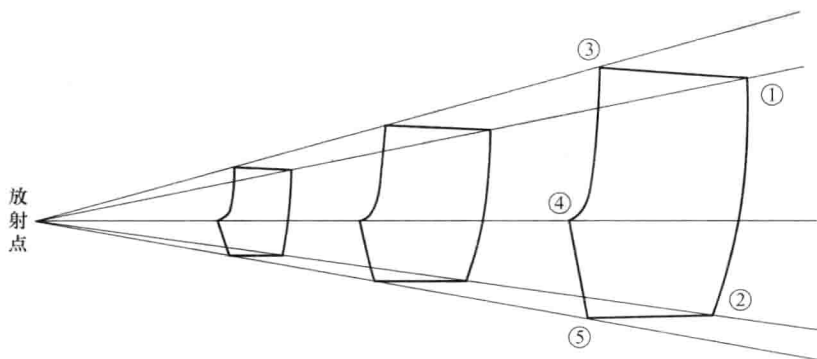

图 1-1
(1) 下列是一条短裤外形的放大，使用放射线在裤片外形 5 个点上进行扇形放大（图 1-1）。